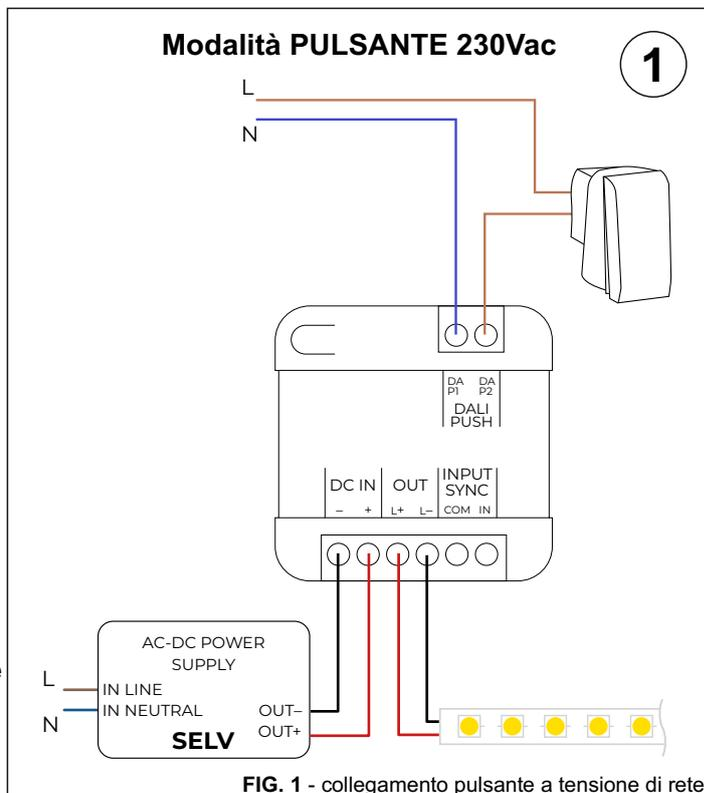

FIG. 1 - collegamento pulsante a tensione di rete
**Il controllo tramite pulsante può avvenire utilizzando direttamente la tensione di rete (110÷230VAC) come in FIG. 1, oppure la tensione di uscita dell'alimentatore (12-24-48VDC), FIG. 2.**
Per l'installazione del dimmer in impianto è preferibile l'utilizzo dello schema riportato in FIG. 1.